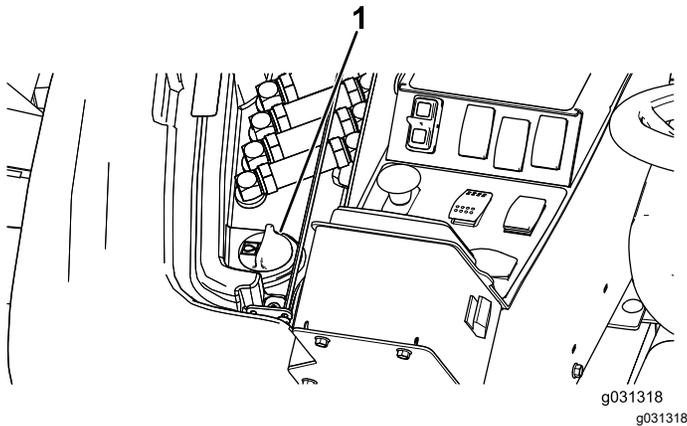

Figura 130
- En el lado derecho de la máquina, levante la tapa para tener acceso al tapón del depósito hidráulico (Figura 130).
- Limpie la zona alrededor del cuello de llenado y el tapón del depósito hidráulico (Figura 130).